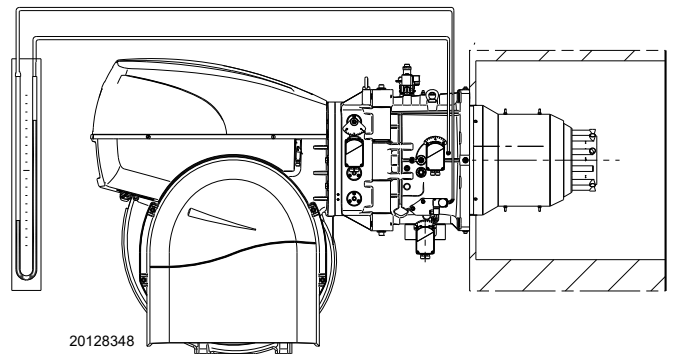

Abb. 25
- Montieren Sie ein U-Rohr-Manometer oder einen Differenzdruckmesser (Abb. 25), mit Entnahmestelle (+) am Gasdruck der Muffe und (-) in der Brennkammer. Damit soll annäherungsweise die Höchstleistung des Brenners ermittelt werden.
Das U-Rohr-Manometer (Abb. 25) zeigt den Gaseintritt an der Muffe an.